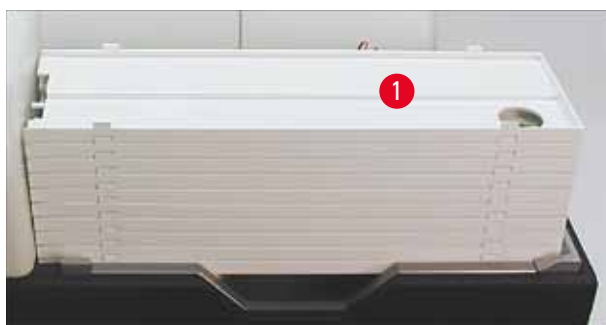

Fig. 38
1. Placér en stabel bakker (→ "Fig. 38-1") på løftebordet på aflæsningsstationen (→ "Fig. 38").